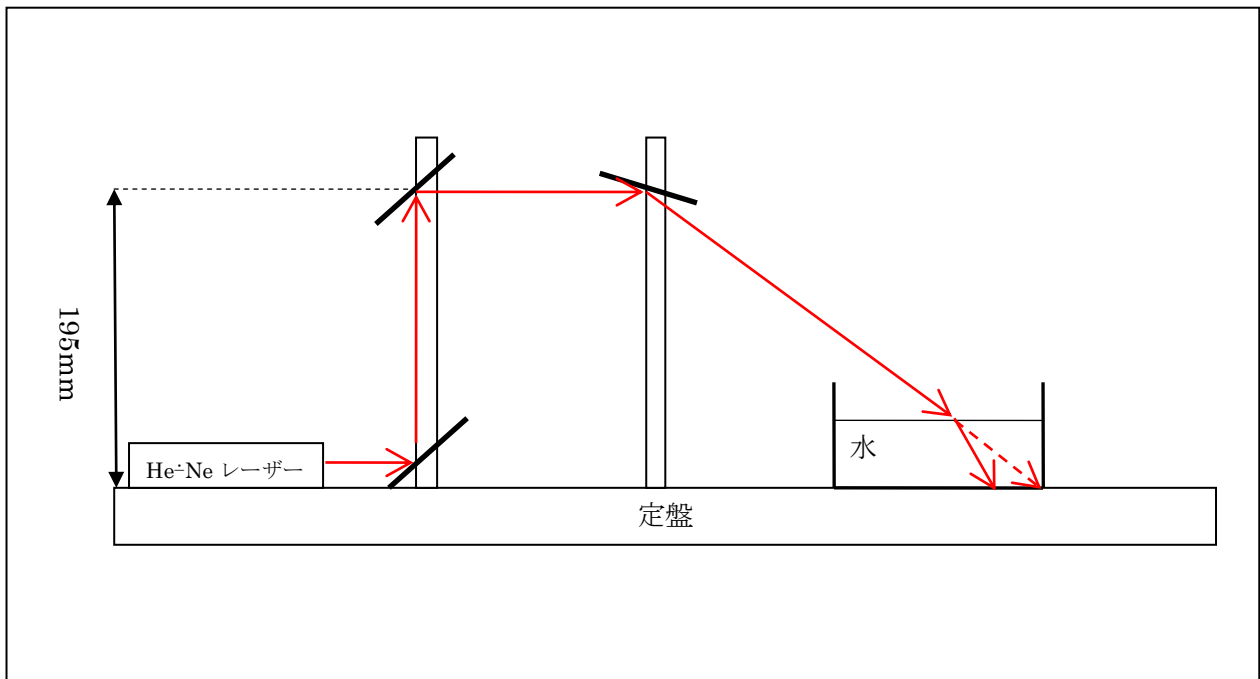
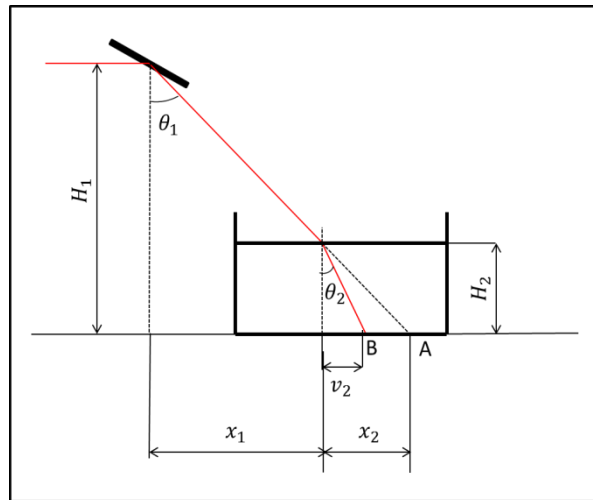

図 1 実験系の概略
図 2
光源は①で調節済みのヘリウムネオンレーザーを用いる。水を張ったタッパとアルミミラーを図1のように設置し、レーザー光線を水の中に入射させる。図2の辺 AB の長さを定規を用いて計測を行い入射角と屈折角を求める。そして求めた入射角、屈折角、空気の屈折率を用いて水の屈折率を求める。
- ① 2個のアーチャーに通すことにより、レーザー光線の直線および幅を調節した。
- ② 水槽を設置しない場合にレーザー光線が定盤上に到達する点（点 A）に目印をつける。
- ③ 水槽を設置し、レーザー光線が屈折し到達した定盤上の点を B とする。
- ④ 図2のようにそれぞれの変数を設定する。